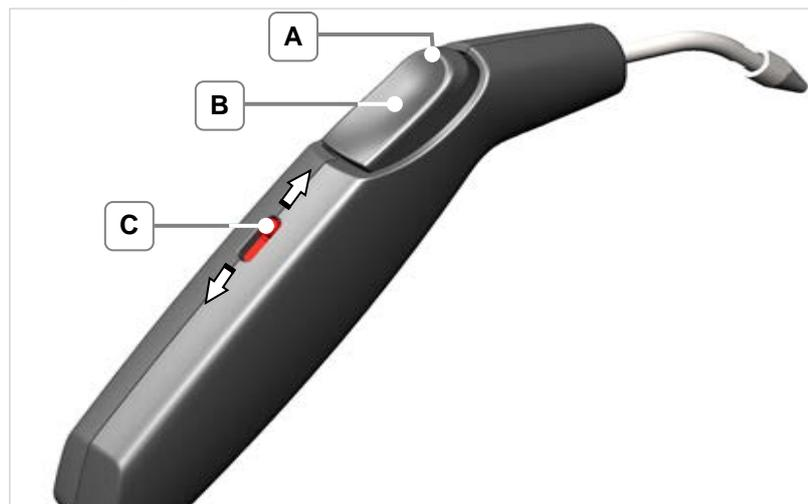

Abb. 6.1. Beschreibung Handstück
2. Entriegeln Sie den Sperrhebel (*Abb. 6.1.C*) in Richtung Dampfschlauch.
5. Verriegeln Sie den Sperrhebel (*Abb. 6.1.C*) in Richtung Dampfdüse.